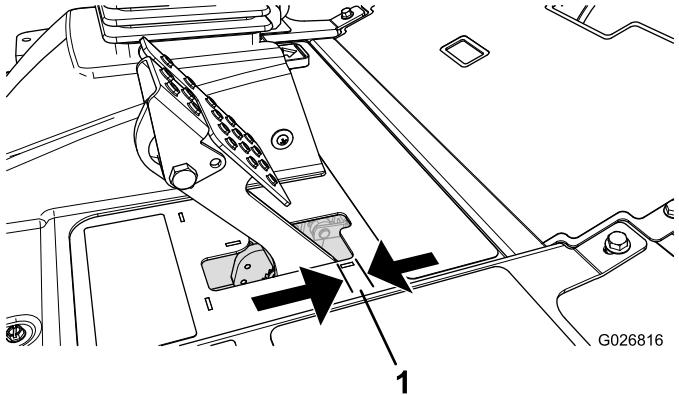

Figura 88
Regolate i freni se il pedale ha un “gioco” superiore a 2,5 cm (Figura 88), o quando è necessaria maggiore forza di tenuta. Per gioco s'intende la distanza che il pedale percorre prima che si avverta la resistenza della frenata.
2. Serrate il dado posteriore per spostare indietro il cavo, finché i pedali del freno non hanno un gioco compreso tra 6,3 e 12,7 mm (Figura 88), prima che la ruota si blocchi.